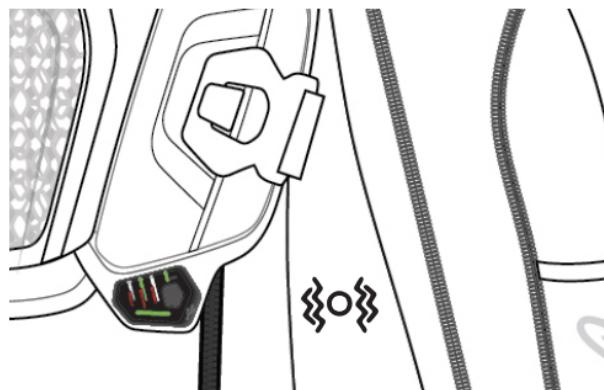

図9：LEDチェックの段階
1) LED チェック：この段階では、システムはすべての利用可能な LED が正しく機能しているかどうかを チェックします。ユーザーは、利用可能なすべての LED (4c, 4d, 4e) が約1 秒間緑色に点灯し、その後消灯することを確認します（図 9）；